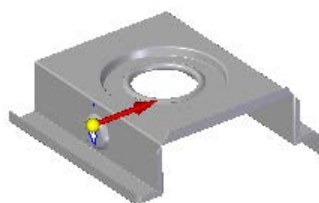

图 8.10.40 定义移除方向
(3) 定义除料特征属性。在“除料”命令条中单击“穿透下一个”按钮 ，并将移除方向调整至图 8.10.40 所示的方向。